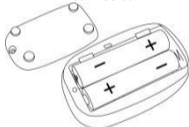

Abb. 3 Batterien einlegen
Schritt 1: Legen Sie die Batterien mit der korrekten Polung in das Pulsoximeter ein, siehe Abb. 3.